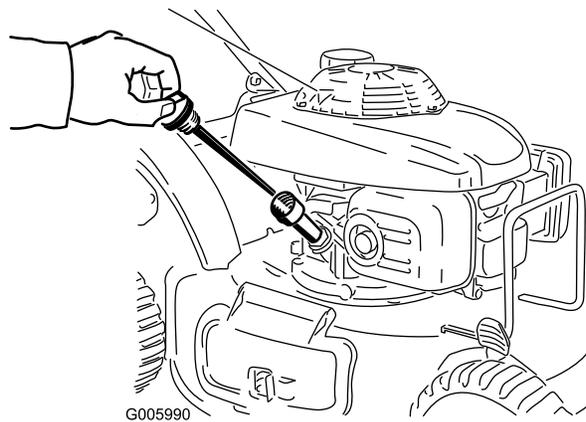

Figure 15
1. Retirez la jauge, essuyez-la sur un chiffon propre puis remettez-la dans le goulot de remplissage, **sans la visser** (Figure 15).
2. Ressortez la jauge et contrôlez le niveau d'huile (Figure 15).
S'il n'y a pas de trace d'huile sur la jauge, versez de l'huile **avec précaution** dans le tube de remplissage, en vérifiant régulièrement le niveau sur la jauge, jusqu'à ce que la jauge indique que le moteur est plein, comme illustré (Figure 15). **Ne remplissez pas excessivement.** (Remplissage max. : 0,55 l (20 oz), type : huile détergente SAE 30W de classe de service API SH, SJ, SL ou supérieure.)